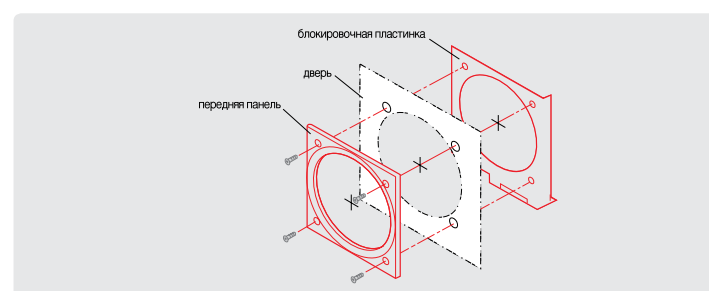

рис. 6
- Установите переднюю панель и блокировочную пластинку на двери, как показано на рис. 6, и скрепите их винтами.